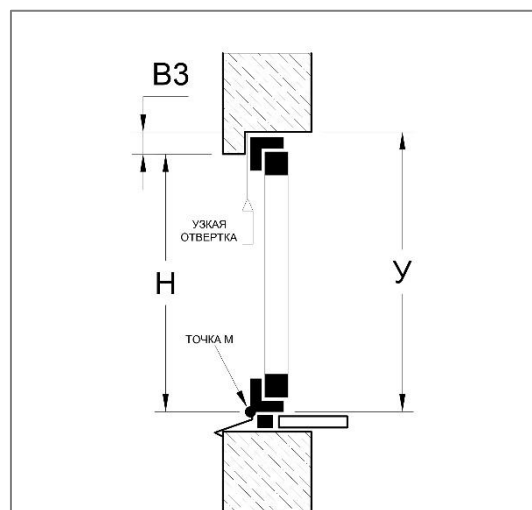

Рис. 2
2.2. Промерить размер Н от отлива в месте соприкосновения с рамой (точка М) до верхней четверти. При помощи отвертки произвести несколько замеров верхней четверти (размер В3) (рис. 2).
2.4. **Определяем высоту оконного блока** (рис. 2)